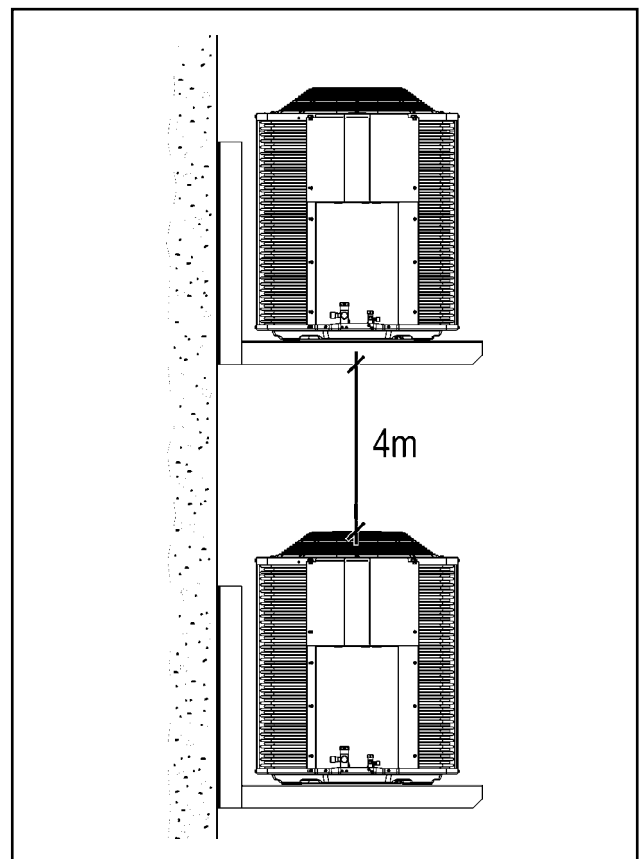

Figura 5 - Instalação com mão-francesa
- * As distâncias mínimas e os espaços recomendados, veja a figura 5.